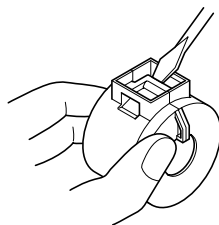

Fig. 3-1
- Gli anelli di ferrite sono confezionati aperti, come mostrato in Fig. 3-2. Se si trova uno degli anelli di ferrite chiuso, aprirlo utilizzando un oggetto appuntito per far leva sul dispositivo di chiusura di plastica dell'anello di ferrite (Fig. 3-1). Nel fare questo, fare attenzione a non danneggiare il nucleo di ferrite o il dispositivo di chiusura di plastica.